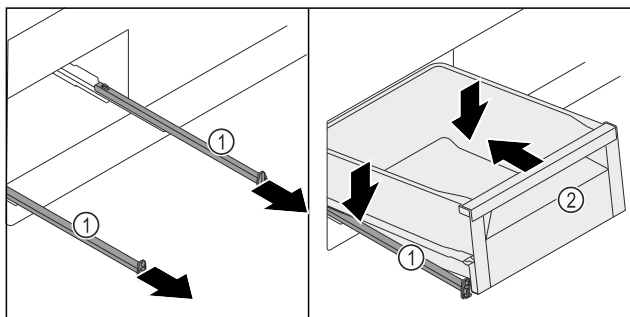

Fig. 126
- ▶ Витягніть рейки Fig. 126 (1).
- ▶ Міцно тримаючи рейки Fig. 126 (1), установіть висувний ящик Fig. 126 (2) зверху під кутом на рейки Fig. 126 (1).
- ▶ Всуňte висувний ящик Fig. 126 (2) на рейках Fig. 126 (1) до упору назад.